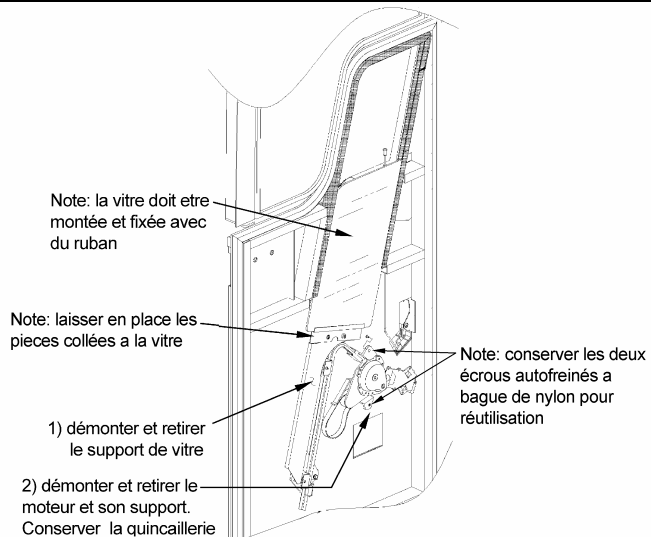

FIGURE 6
6. Retirer le mécanisme actuel de la vitre électrique. Suivre les étapes de la figure 6.